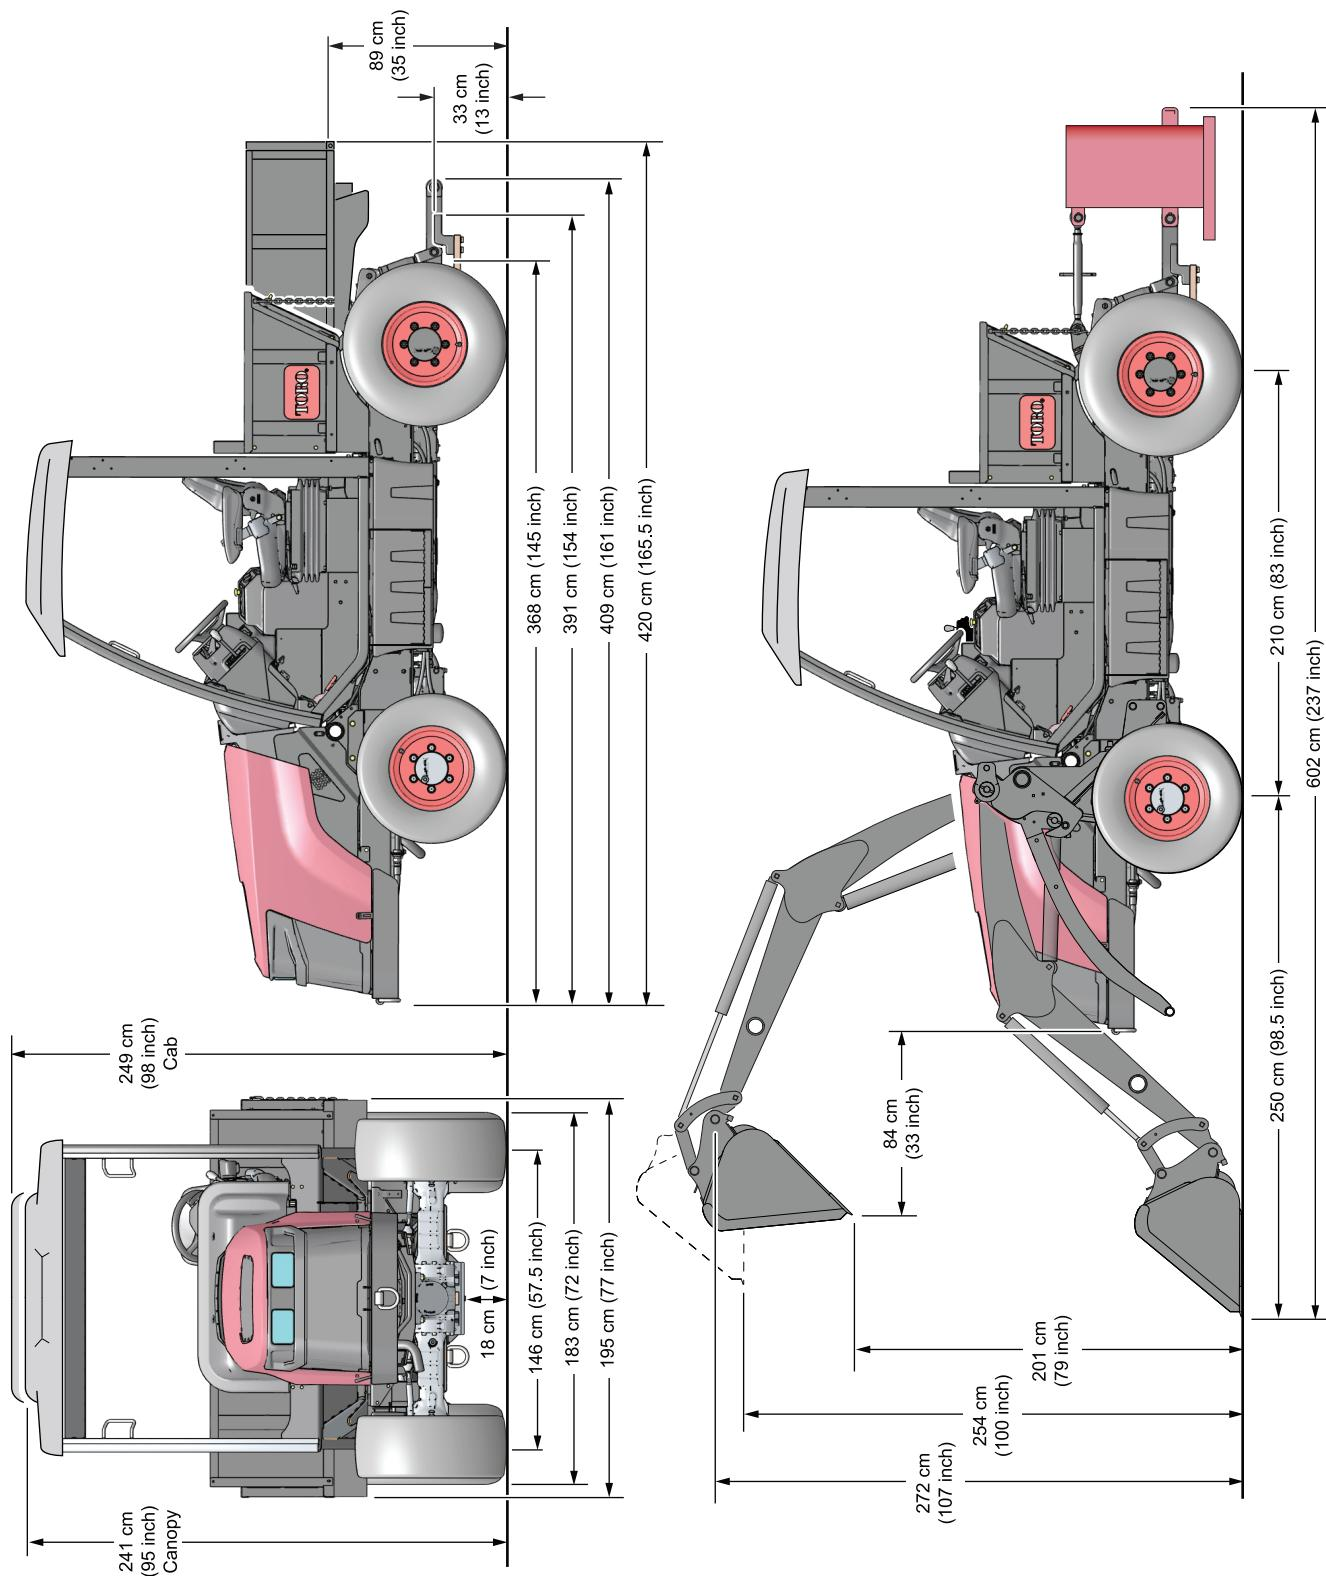

Figure 16
- Reportez-vous à la Figure 16 pour les dimensions générales de la machine.